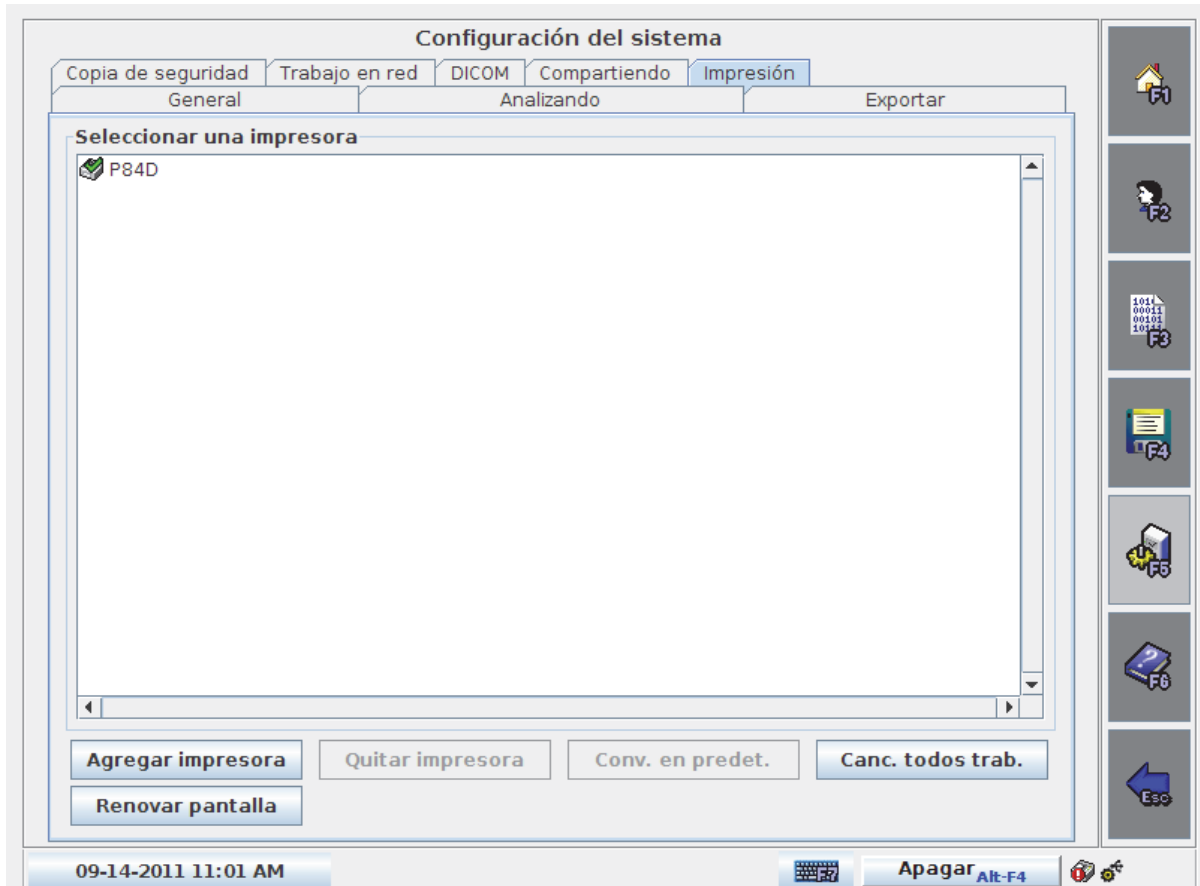

Figura 9-2 Pantalla System Settings – Printing (Configuración del sistema – Impresión)
El instrumento Humphrey Matrix Modelo 800 es compatible con las impresoras PCL 3, PCL 5 y PostScript para impresoras locales, compartidas y en red. Seleccione System Settings (Configuración del sistema) (F5) > Printing (Impresión) para visualizar la pantalla PRINTING (IMPRESIÓN) (Figura 9-2).
1. Conecte una impresora local a un puerto USB del instrumento Matrix y enciéndala. Espere unos segundos y la impresora se agregará automáticamente a la lista de impresoras disponibles para que puedan ser seleccionadas en la pantalla PRINTING (IMPRESIÓN) (Figura 9-2). No puede cambiar el nombre de la impresora local.
6. Seleccione Finish (Finalizar) para completar la configuración de la impresora de red. La impresora se agrega a la lista de impresoras disponibles en la pantalla PRINTING (IMPRESIÓN) (Figura 9-2).
7. Seleccione Finish (Finalizar) para completar la configuración de la impresora compartida. La impresora se agrega a la lista de impresoras disponibles en la pantalla PRINTING (IMPRESIÓN) (Figura 9-2).
(10) Mantenimiento